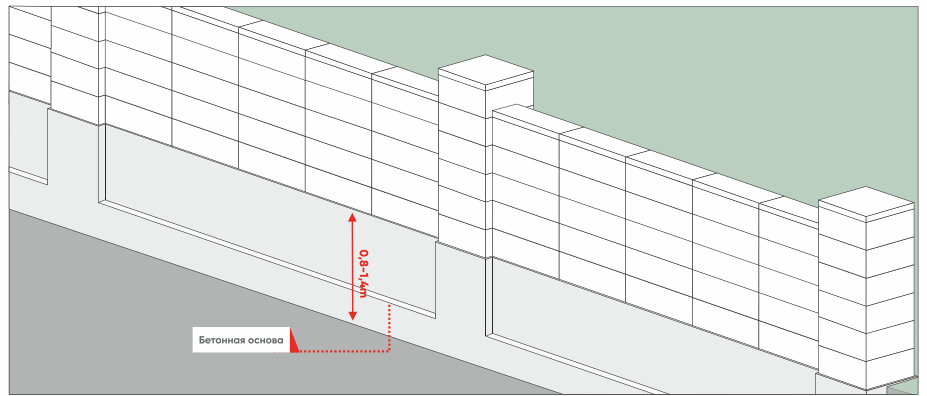

Рис.10
**вариант 8 – WALL2 (рис.10)**